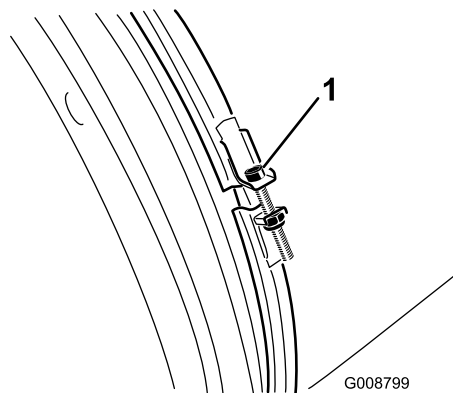

Рисунок 48
2. Проверьте зажим сопла воздуходувки на наличие признаков износа или повреждений (Рисунок 48).
3. Проверяйте зажим сопла воздуходувки ежедневно, чтобы убедиться в его плотной затяжке (Рисунок 48).